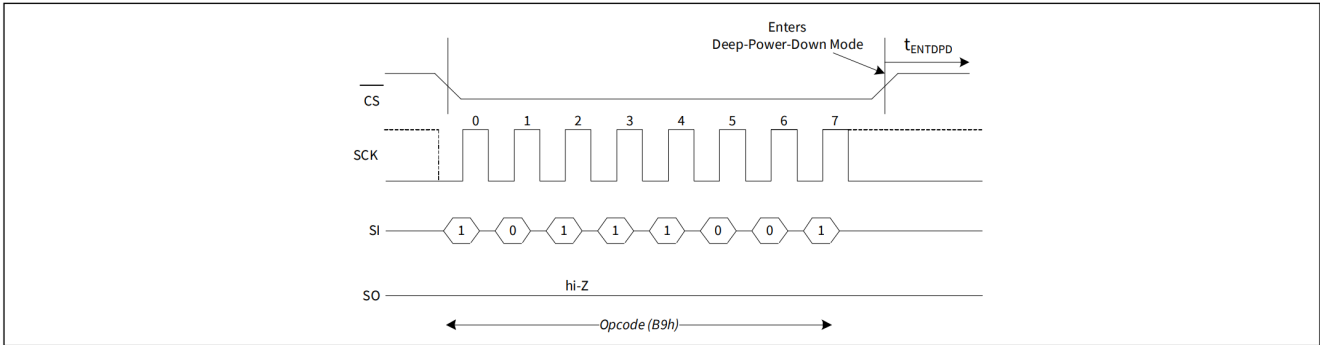
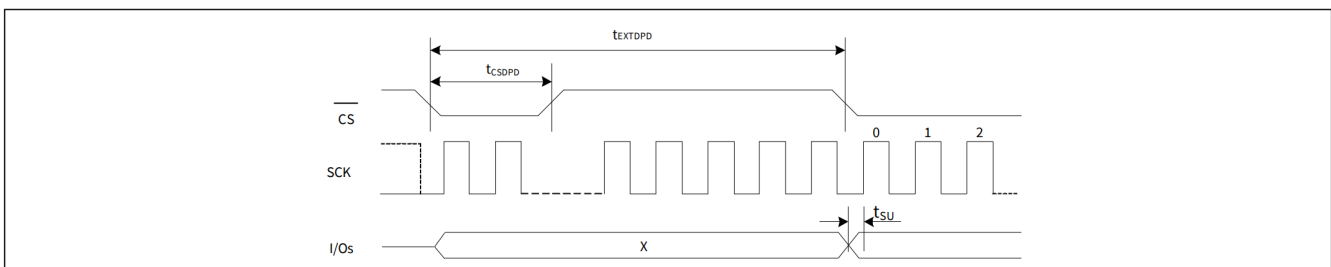

图 100 SPI 模式下进入DPD时序
图 103 SPI 模式下 DPD 退出
经过CS一个宽度为 t_{CSDPD} 的脉冲或硬件复位会在 t_{EXTDPD} 时间后退出DPD 模式。CS 脉冲宽度可以通过发送一个虚拟指令周期或单独切换来生成，此时 SCK 和 I/O 处于无关状态。从深度掉电模式唤醒期间，I/O 保持高阻状态。参见图 100 DPD 进入和图 103 DPD 退出时序。
- 图 100中显示的时序细节在 DPI 和 QPI 模式下均适用。